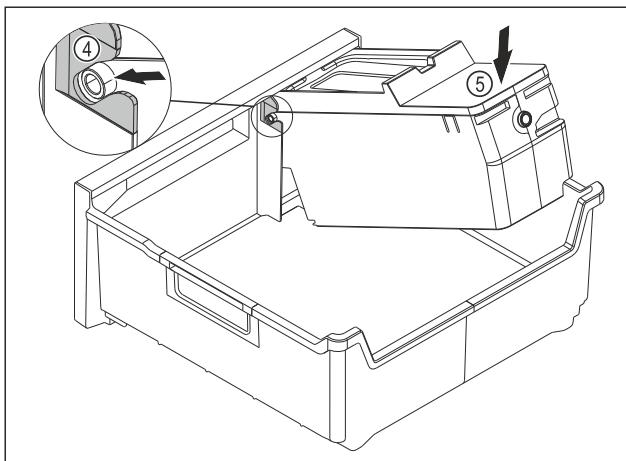

Fig. 175
- ▶ EasyTwist-Ice-Korpus montieren: Achsen des EasyTwist-Ice-Korpus in die Führungen Fig. 175 (4) einschieben.
- ▶ EasyTwist-Ice-Korpus Fig. 175 (5) hinten nach unten drücken.